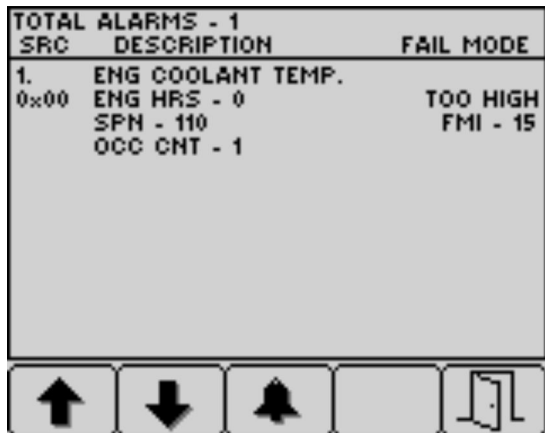

図 36
4. ボタン5を押すと不具合表示を出てホーム画面に戻る。図 36
- ボタン5を押すと不具合表示を出てホーム画面に戻る 図 36 エンジン関係のアドバイス \(ページ 30\) を参照。